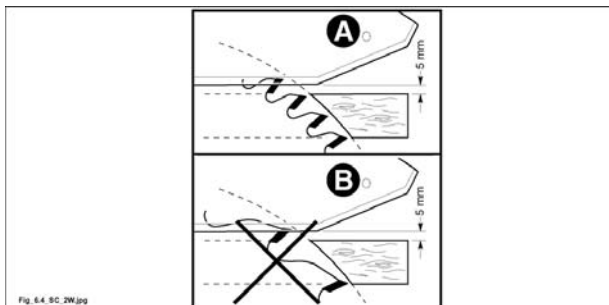

Fig. 6.4
- Scegliere la dentatura ricordando che per avere un buon taglio è necessario che almeno 2-3 taglienti lavorino nello stesso tempo (A fig. 6.4). Se lavora un solo tagliente (B fig. 6.4) non si ottiene un buon taglio. È inoltre importante, quando è possibile, sollevare la lama fino a fare sporgere dallo spessore del legno tutto il tagliente del dente.